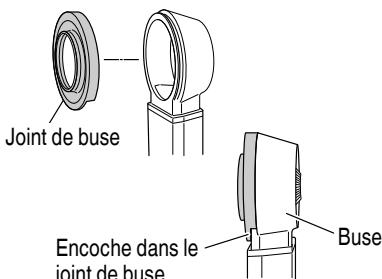

Fig. 19
#### 7. Remplacement du joint de la buse et le capuchon de la brosse (Fig. 19, 20)
- (a) Remplacement du joint de la buse (Fig. 19)